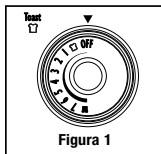

Figura 1
1. **Perilla de control de la función Toasteze™** - Gire la perilla para seleccionar la intensidad de tostado de sus alimentos; 1 es el tostado más claro, 7 el más oscuro. (Ver la Figura 1)